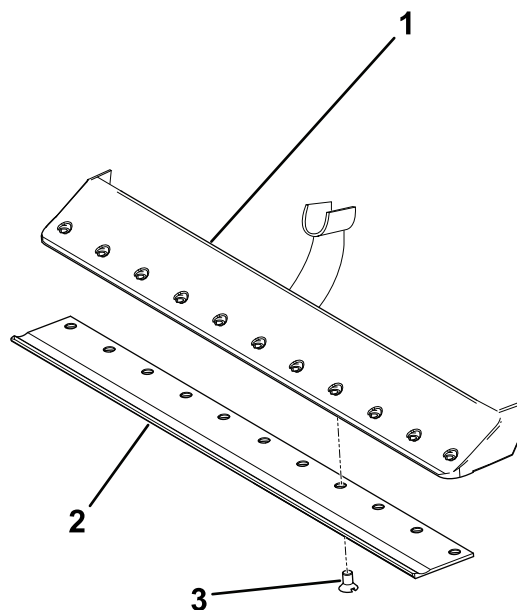

Figura 18
4. Aplique compuesto antigripante a los tornillos e instale la contracuchilla en la barra de asiento como se indica a continuación (Figura 18).